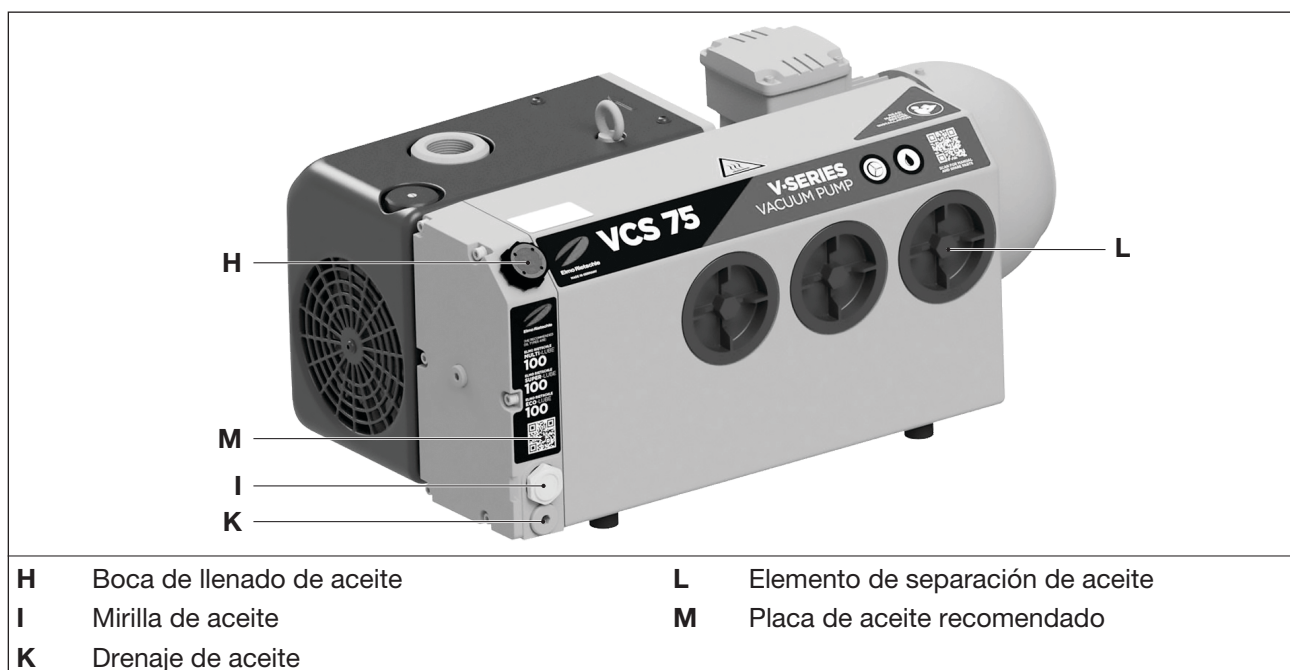

Fig. 7 Cambio y separación de aceite
Para el funcionamiento, se recomienda emplear los siguientes aceites de Elmo Rietschle; véase la placa de aceites recomendados (Fig. 7/M) y Tab. 3 en la página 32:
- Abrir el cierre de la boca de llenado de aceite (Fig. 7/H) y llenar de aceite hasta el borde superior de la mirilla (Fig. 7/I).
- Abrir el cierre de la boca de llenado de aceite (Fig. 7/H), abrir el drenaje del aceite (Fig. 7/K) y dejar salir el aceite usado.
- Cerrar el drenaje del aceite (Fig. 7/K) y verter aceite nuevo en la boca de llenado de aceite (Fig. 7/H).
- Controlar el nivel de aceite a través de la mirilla (Fig. 7/I).
- b) Desatornillar los elementos de separación de aceite (Fig. 7/L) con una llave poligonal (ancho de 19 mm) en el sentido contrario a las agujas del reloj.